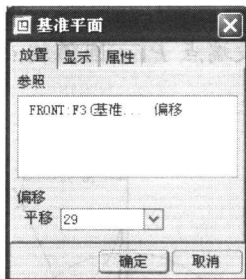
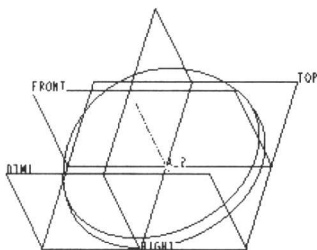

图 1-30 输入平移距离
图 1-31 产生基准面 DTM1
37. 在如图 1-30 所示基准平面提示对话框【平移】输入栏内输入平移距离“29”，单击按钮，结果如图 1-31 所示，产生基准面 DTM1。